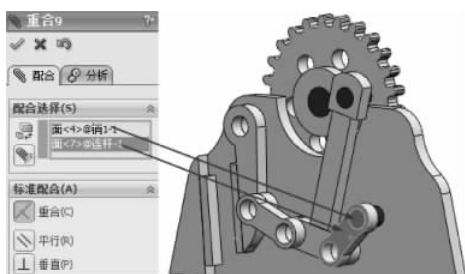

图 3-156 重合配合
(19) 继续进行配合约束,选择【标准配合】选项组下的【重合】配合类型 ,在【要配合的实体】选择框  中选择如图 3-156 所示的面,其他保持默认,单击【确定】按钮 ,完成重合配合。